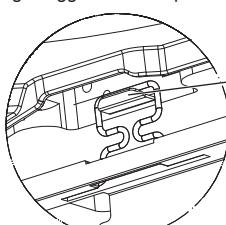
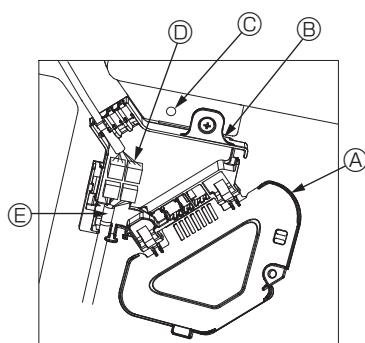

Fig. 5-6
Fig. 5-9
- Dopo aver serrato la vite, accertarsi che i due ganci della griglia (Fig. 5-6) siano bloccati ai ganci dell'unità principale.
① Rimuovere la vite di fissaggio del coperchio della scatola dei connettori, fare scorrere il coperchio nella direzione indicata dalla freccia come illustrato nello schema, quindi aprire il coperchio.
② Nella scatola dei connettori, individuare il cavo di giunzione del motore dei deflettori della griglia e il cavo del motore dei deflettori, quindi collegare i cavi. (Fig. 5-9) Sono presenti due connettori del motore dei deflettori: un connettore blu e un connettore arancio. Durante il collegamento, accertarsi che i colori dei connettori combacino.